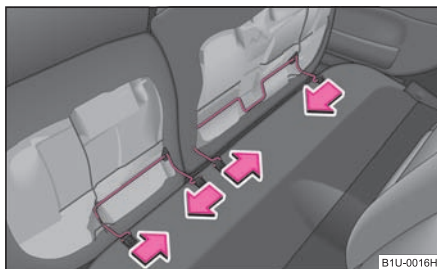

Fig. 62 Sacar las banquetas de asiento
- Presionar el estribo de alambre en sentido de la flecha ⇒ fig. 62 y sacar la banqueta del asiento de la fijación.